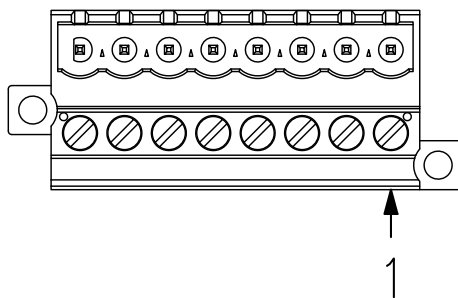

Abb. 8: Meldersockel Anschlussklemme
Über die Anschlussklemme "T/R" (Test/Reset Eingang) (Abb. 8) im Meldersockel oder den Reed-Kontakt (Abb. 9) im Melder kann eine Probeauslösung initiiert und wieder zurückgesetzt werden:
- Die Probeauslösung über die Anschlussklemme "T/R" erfolgt über einen angeschlossenen Test/Reset-Taster (Abb. 8).